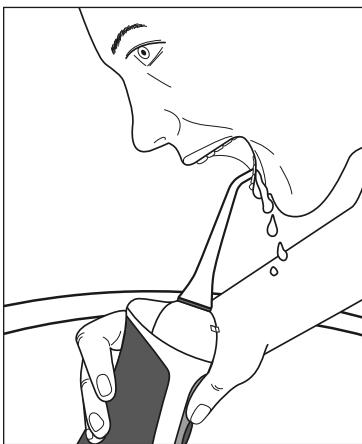

Abb. 1
- Achten Sie darauf, dass Sie während der Benutzung die Luftpufföffnungen ④ auf der Rückseite des Handteils ⑤ nicht mit den Fingern verschließen.
- Halten Sie während der Benutzung das Handteil ⑤ zu schräg, kann Wasser aus den Luftpufföffnungen ④ austreten.
- Das Handteil ⑤ schaltet sich automatisch nach ca. 50 Sekunden (**jet**)/ca. 60 Sekunden (**normal**)/ ca. 70 Sekunden (**soft**) aus, auch wenn sich noch Wasser im Wassertank ⑥ befindet.
- 1) Füllen Sie den Wassertank **⑥** auf.
- 2) Stecken Sie einen Aufsatz **②** auf das Handteil **⑤**.
- 3) Drücken Sie die Taste Auswahl Leistungsstufe **⑯**, um die gewünschte Leistungsstufe auszuwählen.
- 4) Führen Sie den Aufsatz **②** in den Mund, um umherspritzendes Wasser zu vermeiden. Beugen Sie sich über das Waschbecken und halten Sie das Handteil **⑤** möglichst aufrecht (siehe Abb. 1). Die Düse **①** des Aufsatzes **②** ist auf die Zähne/Zahnzwischenräume gerichtet.